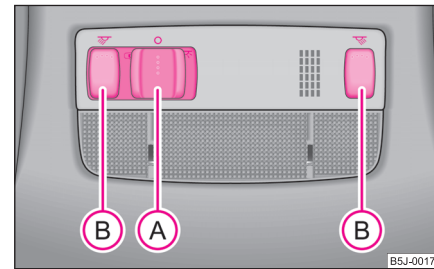

Fig. 37 Partie du revêtement de pavillon: Eclairage intérieur AV
- Poussez le contacteur  vers la droite sur la position  ⇒ fig. 37.
- Appuyez sur l'un des contacteurs **(B)** ⇒ page 49, fig. 37, afin d'allumer ou d'éteindre le spot de lecture droit ou gauche.